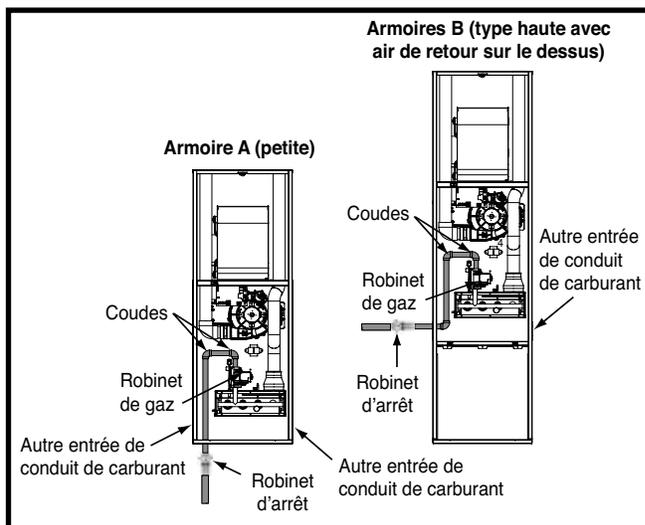

Figure 19. Raccordements de gaz typiques
- Certaines réglementations locales exigent l'installation d'une valve d'arrêt principal manuel et d'un raccord-union de mise à la terre à l'extérieur de la fournaise, comme indiqué à la Figure 19. La valve d'arrêt doit être facilement accessible pour l'entretien ou l'utilisation d'urgence. Communiquez avec le service public local ou le fournisseur de gaz pour connaître les exigences supplémentaires relatives à l'emplacement du robinet d'arrêt de gaz principal.
La fournaise est installée avec une entrée de gaz à la base. Au moment de raccorder l'alimentation en gaz, prévoyez un dégagement entre la conduite d'alimentation de gaz et le trou d'entrée dans le boîtier de la fournaise pour éviter les bruits non désirés ou les dommages à la fournaise. Les raccordements de gaz typiques sont montrés dans la Figure 19.